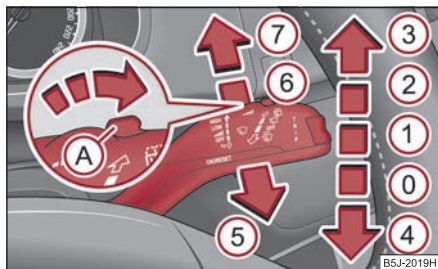

Fig. 60 Maneta de acționare a ștergătoarelor de parbriz
Maneta de acționare a ștergătoarelor ⇒ fig. 60 are următoarele poziții:
- Apăsați maneta înspre bord, în poziția ⑥ ⇒ fig. 60, ștergătorul va acționa la fiecare 6 secunde.
Pentru spălarea farurilor, după fiecare a cincea spălare a parbrizului se vor spăla și farurile; pentru aceasta farurile trebuie să fie aprinse și maneta de acționare a ștergătoarelor de parbriz trebuie să fie menținută cca. 1 secundă în poziția ⑤ ⇒ pagina 59, fig. 60.